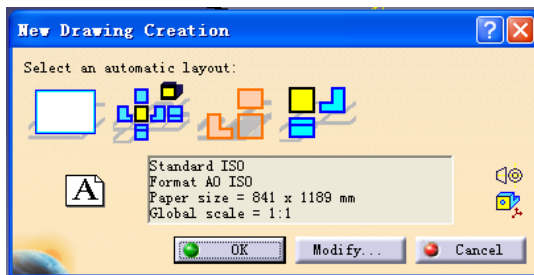

图 7-2
(2) 打开后，出现如下对话框（见图 7-2）。可设定图纸的大小，然后选择适当的图纸布置方式。